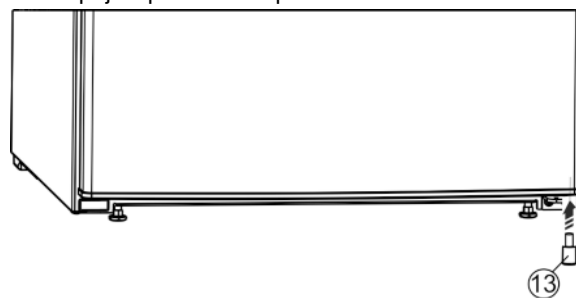

Fig. 8
- Distanční vložku Fig. 8 (13) opět vsadte vpravo dole do dveří; je důležitá pro stabilitu přístroje.